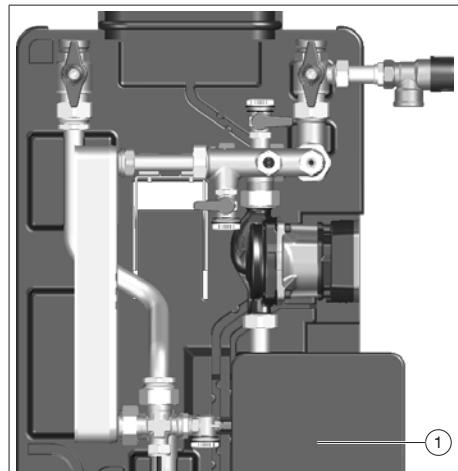

Fig. 4: Ouverture du régulateur
(1)	Ouverture pour la position de fonctionnement
(2)	Ouverture pour la position de montage
3. Desserrer la vis-étoiles (voir position (2) sur la Fig. 4) et la mettre de côté.
4. Glisser le capot du panneau de raccordement (voir position (1) sur la Fig. 4) vers le haut jusqu'à entendre un clic.
5. Rabattre le capot des câbles d'alimentation (voir position (3) sur la Fig. 4) et le mettre de côté.